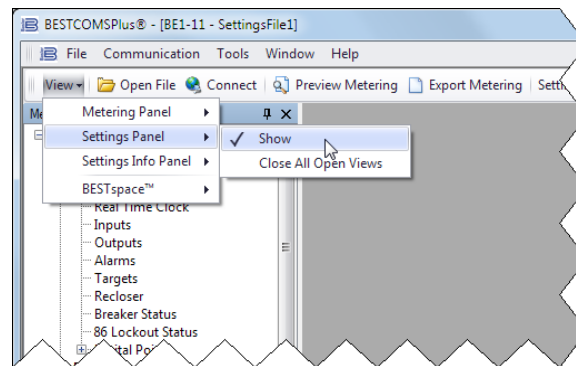

Figure 2-9. Bouton déroulant Affichage (View)
Cliquez sur le bouton déroulant Affichage (View) pour basculer entre Explorateur des paramètres (Settings Explorer) et Explorateur des mesures (Metering Explorer) ou passer en mode fractionné. Le Panneau d'informations de paramètres (Settings Info Panel) affiche les plages de paramètres. Un espace de travail peut être ouvert, enregistré ou défini comme espace par défaut. Reportez-vous à la Figure 2-9.
- Step 4: Cliquez sur le bouton déroulant Affichage (View) et désélectionnez les options Afficher Panneau des mesures (Show Metering Panel) et Afficher Panneau d'information des paramètres (Show Setting Information). Reportez-vous à la Figure 2-9. Ceci permet d'agrandir l'espace de travail des paramètres.